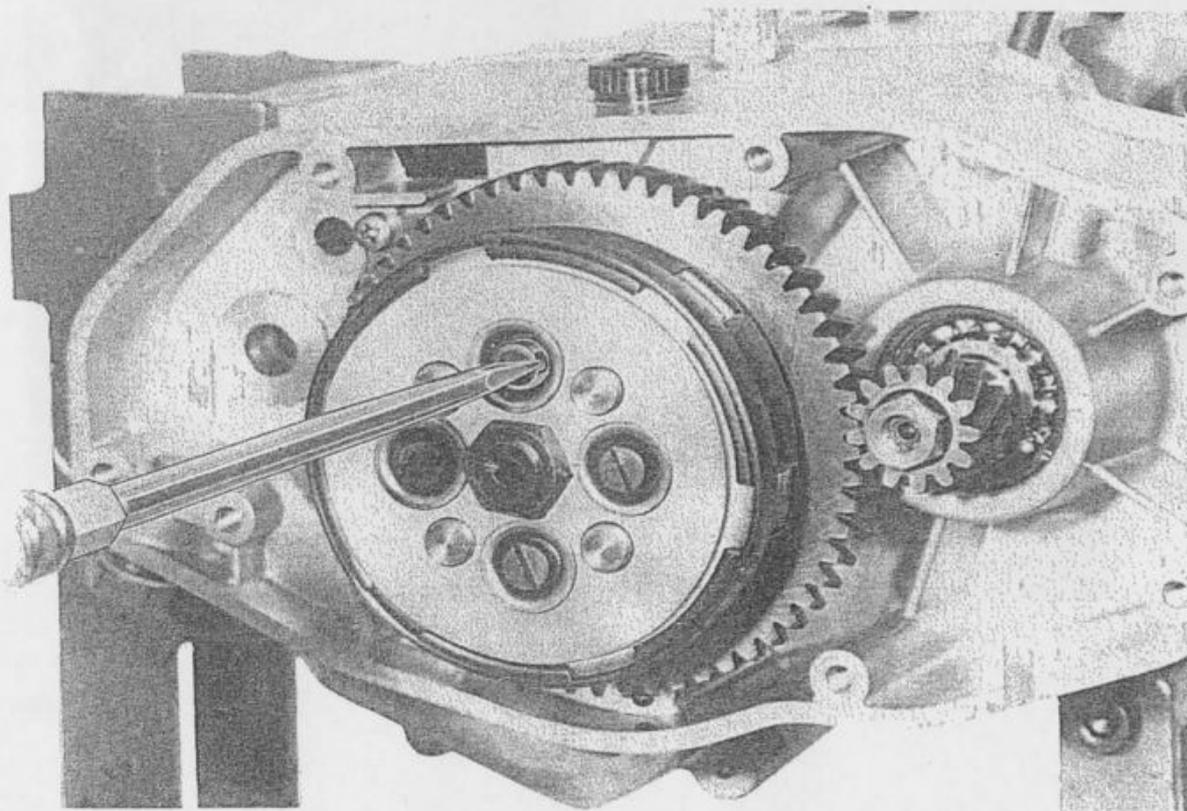

Fig. 37 - Gruppo Frizione
- Montare i 4 «scodellini porta molle», le molle e fissare con le apposite viti (fig. 37).